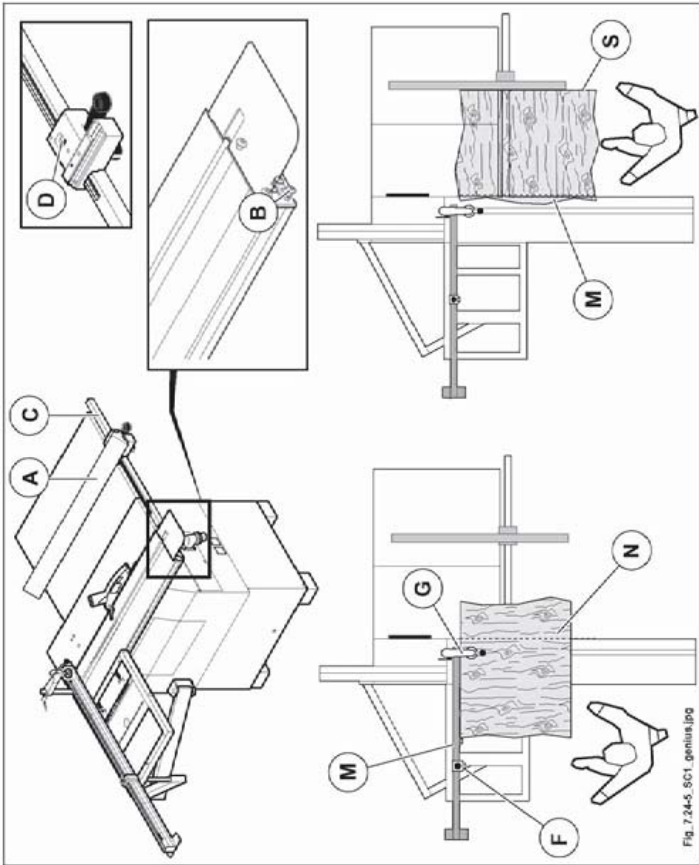

Abb. 7.24-5
Bei der Ausführung von Parallelschnitten die Führung (A Abb. 7.24-5). Bei der Positionierung und der Einstellung die Anweisungen von Kapitel 7.14.2 beachten.
Positionieren Sie den Wagen des Schiebeträgers und sperren Sie ihn mit dem Hebel (B Abb. 7.24-5).
Die Positionierung des Werkstückes gegen Parallelschlag (A Abb. 7.24-5) erfolgt mit Bezug auf Skala (C Abb. 7.24-5).
Lesen Sie das Maß durch die Öffnung (D Abb. 7.24-5) ab.
- Besäumschnitt (S Abb. 7.24-5) wie in dem vorherigen Beispiel beschrieben vornehmen (1. Schnitt).
- Parallelschnitt (M Abb. 7.24-5) vornehmen durch Legen der besäumten Seite (S Abb. 7.24-5) gegen Alu-Anschlaglineal für Parallelschnitte auf dem gewünschten Mass.
- Platte um 90° drehen und die besäumte Plattenseite (M Abb. 7.24-5) gegen den Anschlag legen: siehe Abb.7.11.
- Platte durch Spannarm (G Abb. 7.24-5) festspannen, den dritten Schnitt vornehmen.
- Platte um 180° so drehen, dass Seite (N Abb. 7.24-5) gegen Anschlag (F Abb. 7.24-5), der auf das gewünschte Mass eingestellt ist.
- Nach Festspannen der Platte durch Spannarm (G Abb. 7.24-5) den letzten Schnitt vornehmen.